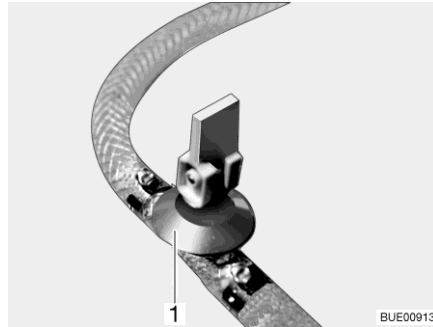
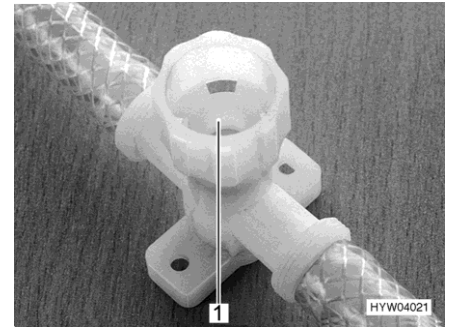

Bild 261 Ablasshahn (mit Kipphebel)
Bild 262 Ablasshahn (mit Drehkappe)
- Alle Ablasshähne schließen. Dazu den Kipphebel des Ablasshahns (Bild 261,1) waagrecht stellen oder die Kappe des Ablasshahns (Bild 262,1) im Uhrzeigersinn drehen.